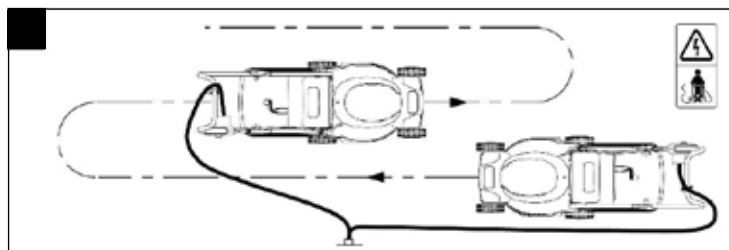

рис. 3
- шнур питания от розетки всегда должен находиться вне участка, на котором скашиваете траву и не путаться под ногами (см. схему движения рис.3).